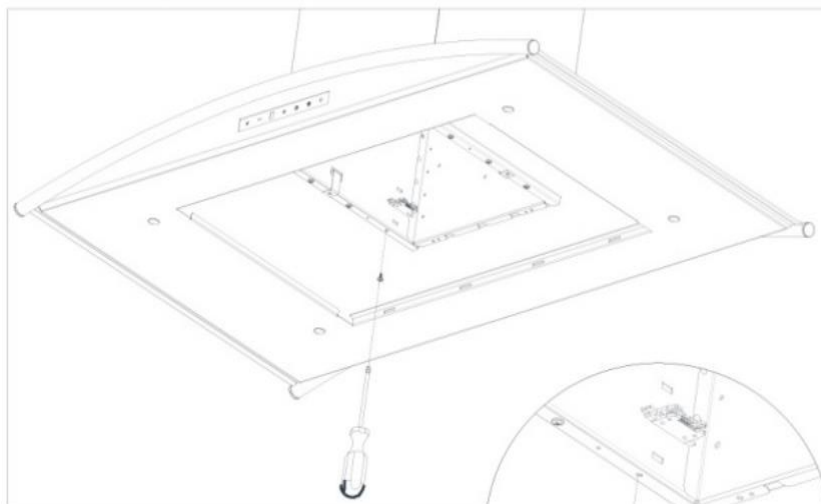

FIGUR 8
7. Monter selve avtrekkshetten ved å skyve den opp i avtrekkskanalen. Sørg for at tappene på avtrekkshetten passer i hullene på kanalen (**punkt J og K, figur 8/9**).